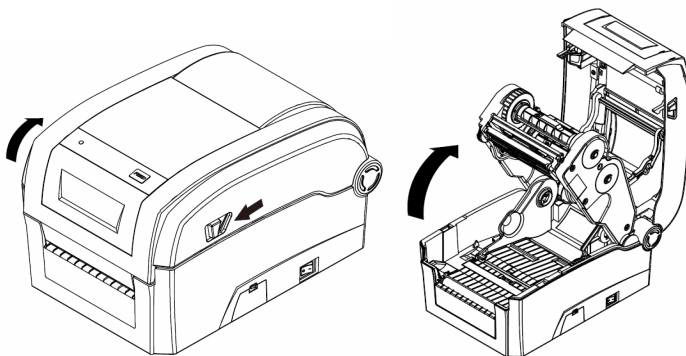

图 2.4.1
- 1) 双手捏住开盖扳手将上壳向上翻，打开打印机的上壳（见图 2.4.1）；